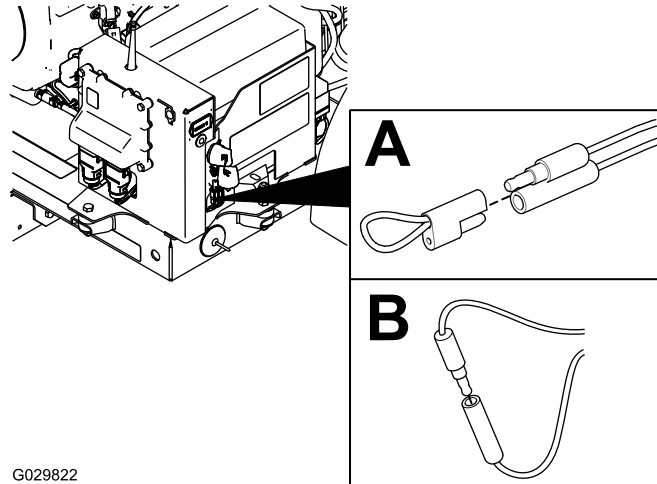

Figura 34
2. Tirate via il cappuccio fisso dei 2 connettori di derivazione di diagnostica (Figura 34, A).
3. Collegate i connettori di derivazione di diagnostica tra loro (Figura 34, B).